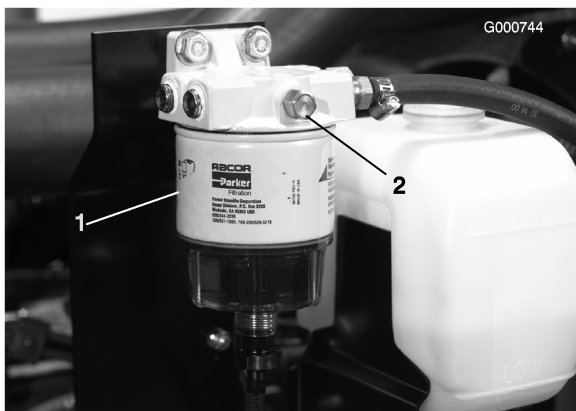

Figura 23
3. Abra el tapón de ventilación del filtro de combustible/separador de agua (Figura 23).